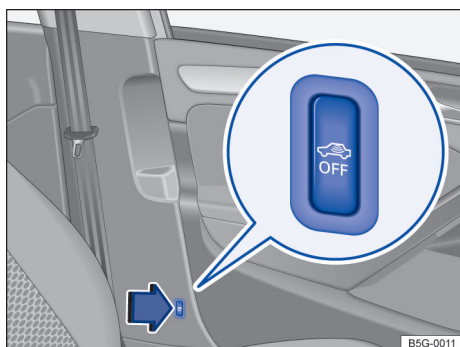

Fig. 68 Junto ao banco do condutor: botão para desligar o monitoramento do interior do veículo e o sistema antirrebocagem (dependendo da versão).
Dependendo da versão, o monitoramento do interior do veículo e o sistema antirrebocagem podem ser desligados temporariamente com o botão  → Fig. 68 ou no menu **Ajustes do veículo** do sistema Infotainment.
- Pressione o botão  → Fig. 68. No botão se acende uma luz de controle amarela .
Antes de travar o veículo, pressione novamente o botão  → Fig. 68 para voltar a ativar o monitoramento do interior do veículo e o sistema antirrebocagem. ▶